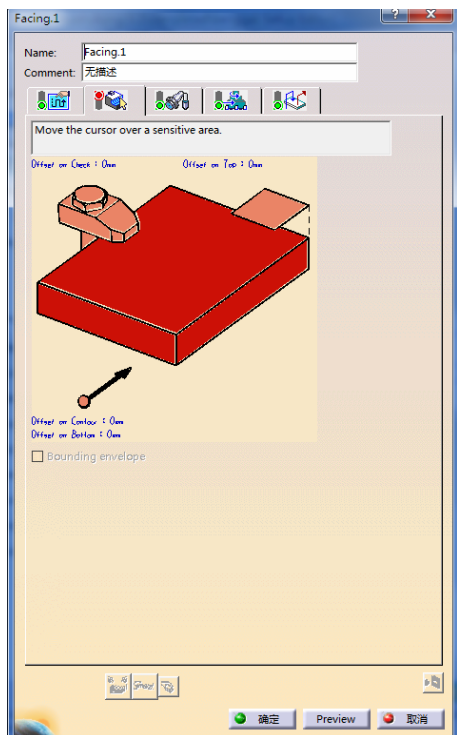

图 3-131 “Facing.1”对话框
2) 在特征树中选择“Advanced Finishing.1”节点，选择下拉菜单“插入”→“Machining Operations”→“Facing”命令，或者单击“Machining Operations”工具栏上的 Facing 按钮，弹出“Facing.1”对话框，如图 3-131 所示。